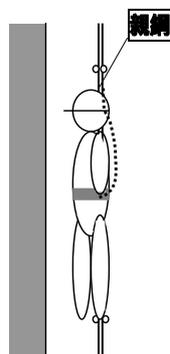
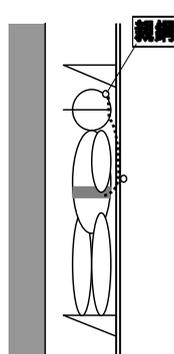
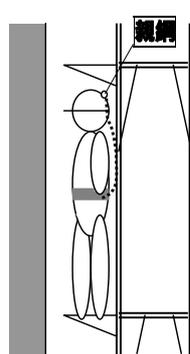

図1 単管足場(抱き足場含む)
図2 単管ブラケット足場
図3 枠組ブラケット足場
1. 単管足場(図1)、単管ブラケット足場(図2)、枠組ブラケット足場(図3)には、全段に親綱(クレモナ 16mm)を設置する。